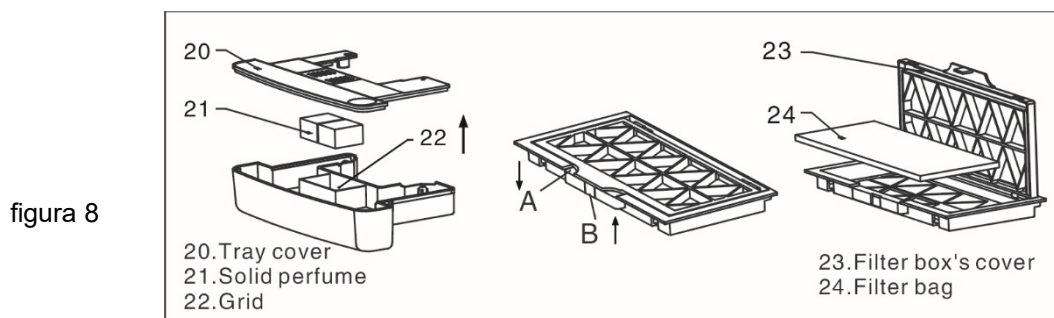

figura 8
1. Retire la tapa de la bandeja y encontrará una rejilla en la bandeja. Aquí se puede poner perfume sólido para traer aire fresco mientras se secan las manos.(ver figura 8).
2. Saque la carcasa del filtro, abra la tapa, dentro hay una bolsa de filtro. Puede evitar que se bloquee el polvo de la entrada de aire. Póngase en contacto con nuestros distribuidores para pedir esta bolsa de filtro.(ver figura 8).